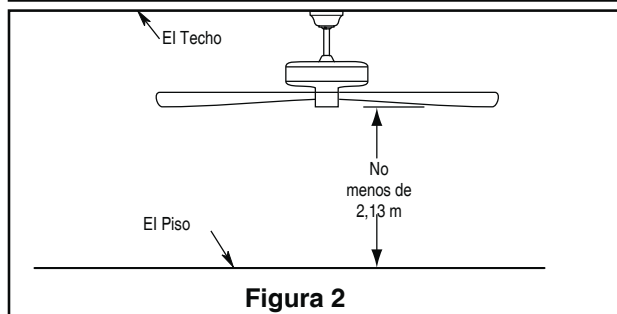

Figura 2
Idea de diagrama de uso de perfil alto (Figura 2)
2. Retire el clip de horquilla y pasador de horquilla de la parte inferior de la bola para colgar. Retener el pasador y clip para la reinstalación en el paso 4. (Figura 2)
Debe colgar el ventilador a una distancia mínima de 2,13 m desde las aspas hasta el piso. (Figura 2)